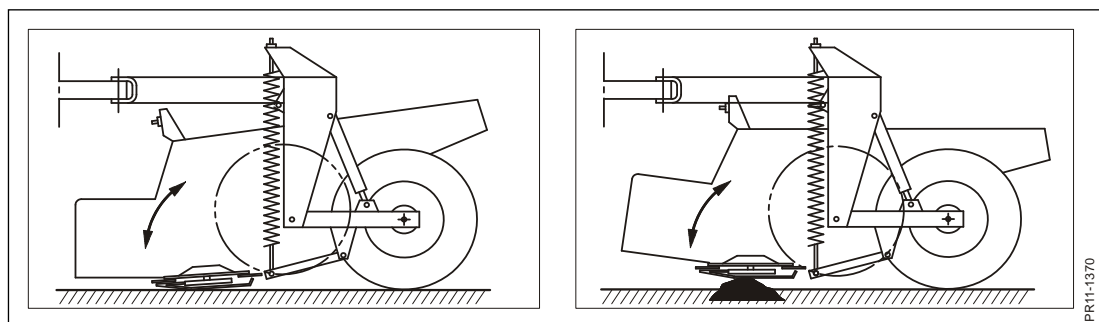

Fig. 3-1
**Fig. 3-1** L'ensemble de coupe de la machine avec la barre de coupe est flottant, suspendu par 2 puissants ressorts pour les mouvements verticaux. De plus, la barre de coupe peut se déplacer vers l'arrière. Cela lui autorise des mouvements de pivotement lorsqu'elle rencontre des pierres ou d'autres obstacles.